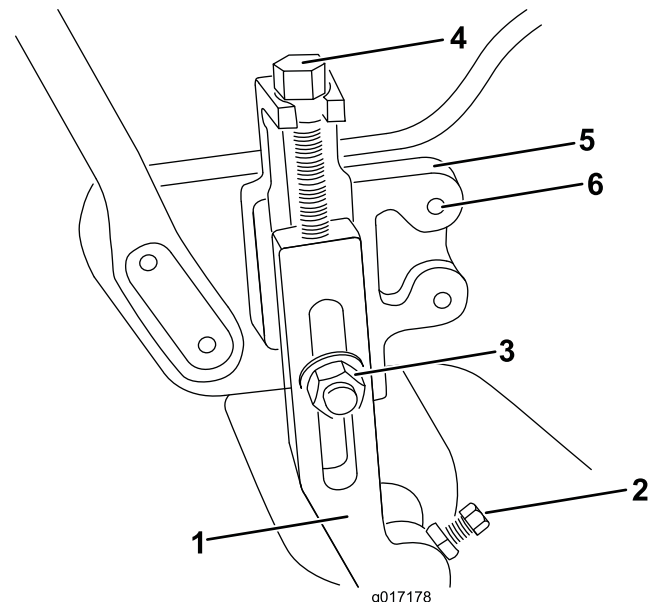

図 1
1. 前ローラの左右端部を刈高アームに固定している固定ねじとジャムナットを外す (図 1)。
2. 各刈高アームを調整ブラケットに固定しているキャリッジボルトとロックナットを外す (図 1)。刈高アームとローラアセンブリを取り外す。
3. グリーズマスター 1600 では、刈高アームから、刈高調整ねじ、ジャムナット、固定ねじを外す (図 1)。
グリーズマスター 800 と 1000 では、刈高ブラケットとサイドプレートに固定しているテーパフェースボルト (2本) を取り外す (図 1)。取り外したボルトを使用して、刈高ブラケットを、機体の反対側に取り付ける。サイドプレートの穴のうち、後ろ側の穴を利用する。